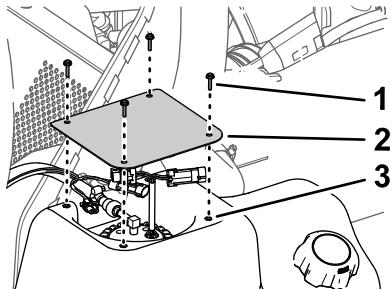

図 1
5. カバーを固定しているねじ4 本を外してカバーを外す**図 1**。